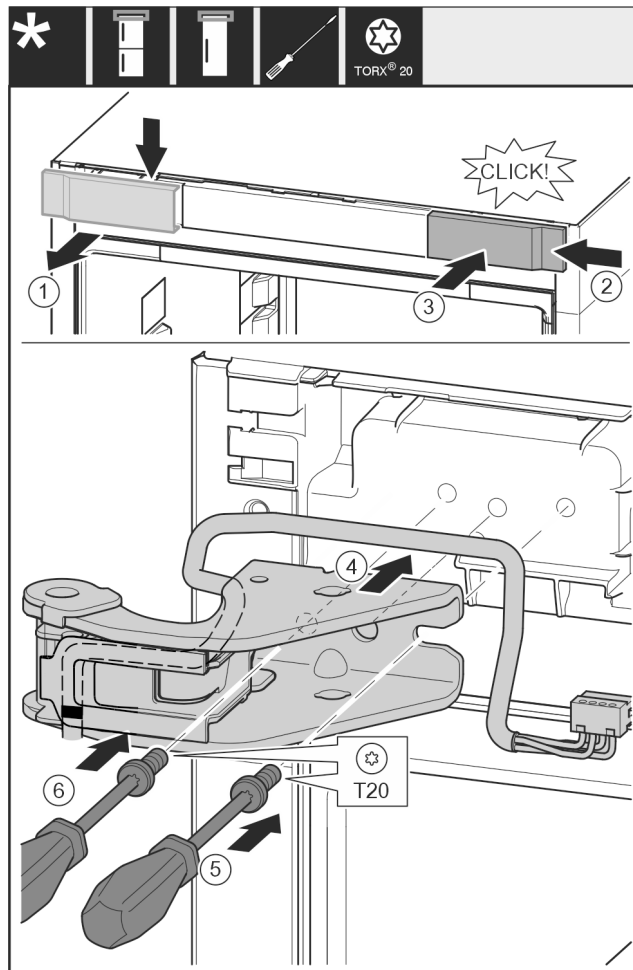

Fig. 20
- ▶ Pokrov snemite od zgoraj v smeri naprej. Fig. 20 (1)
- ▶ Pokrov, obrnjen za 180°, namestite na drugi strani z desne strani. Fig. 20 (2)
- ▶ Zatakните pokrov. Fig. 20 (3)
- ▶ Pristavite zgornji ležajni podstavek. Fig. 20 (4)
- ▶ Vijak vstavite z izvijačem T20 in ga zategnite. Fig. 20 (5)
- ▶ Vijak vstavite z izvijačem T20 in ga zategnite. Fig. 20 (6)